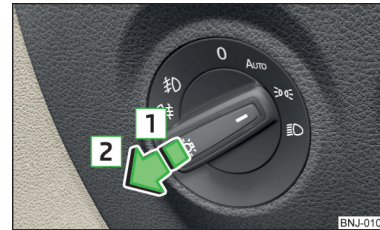

Fig. 44
- Rotiți comutatorul de lumini în poziția »«, **AUTO** sau »« » fig. 44.
➤ Rotiți comutatorul de lumini în poziția , respectiv **AUTO** sau  » fig. 44 la pagina 64.